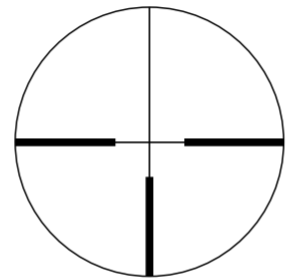
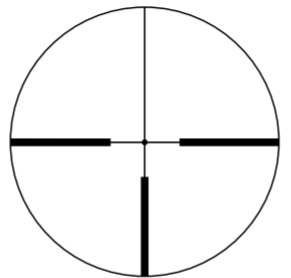

Рис. 3-1
Рис. 3-2
(1) Фокусировка
- 1 Посмотрите в окуляр так, чтобы глаз находился на расстоянии примерно 10 см (4 дюйма) от линзы окуляра, и была видна визирная сетка #4 (German 4) (Рис. 3-1) или подсвеченная визирная сетка #4 (German 4) с точкой (Рис. 3-2). Глаз должен смотреть по центру окуляра и с правильным выносом выходного зрачка, иначе изображение будет выглядеть «затемненным».